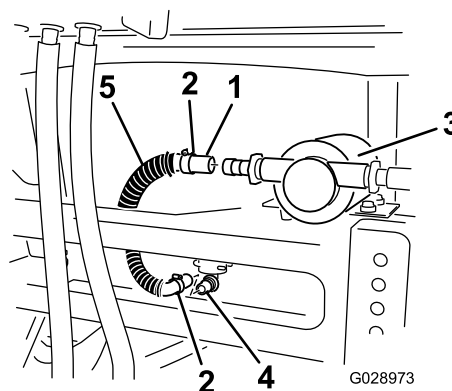

Figure 27
2. Raccordez une extrémité du flexible au raccord à 90° situé au fond du réservoir de rinçage (Figure 27).